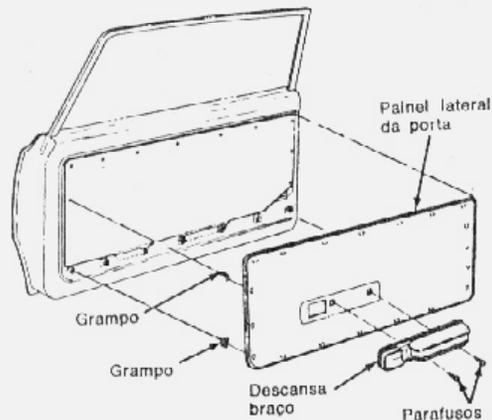

fig. 6 — painel lateral da porta
3. Remover os parafusos de fixação do descansab braço. Remover o descansab braço (fig. 6).
1. Posicionar o painel lateral no painel interno da porta. Pressionar o painel lateral para que os grampos fixadores penetrem nos respectivos alojamentos do painel interno da porta (fig. 6).